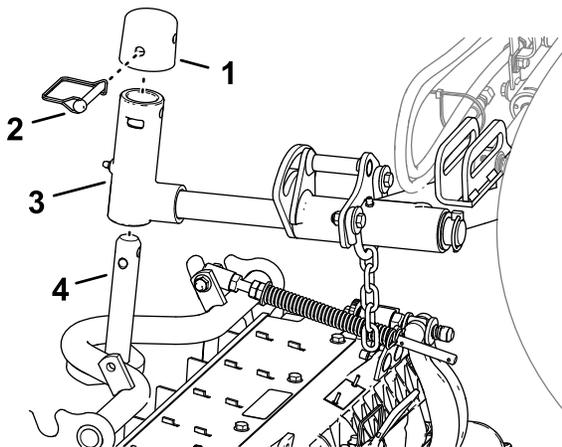

Figura 15
1. Infilate un apparato di taglio sotto il braccio di sollevamento (Figura 15).